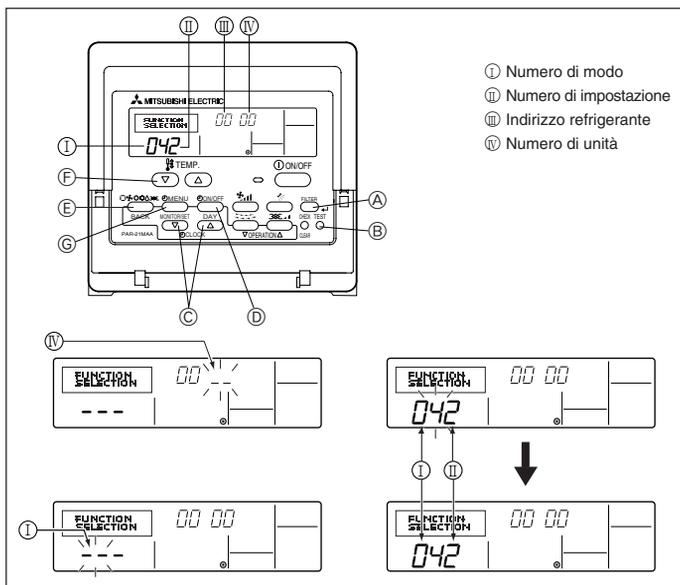

Fig. 6-8
1) Per il comando a distanza con filo (Fig. 6-8)
- ① Passare al modo di impostazione funzioni. Spegnerne il comando a distanza. Premere contemporaneamente i pulsanti e tenerli premuti per almeno 2 secondi. FUNCTION inizia a lampeggiare.
- ② Usare il tasto per impostare l'indirizzo refrigerante (III) su 00.
- ③ Premere e [-] inizia a lampeggiare nell'indicazione del numero di unità (IV).
- ④ Utilizzare il pulsante per impostare il numero dell'unità (IV) su 00.
- ⑤ Premere il tasto MODE per designare l'indirizzo refrigerante/numero di unità. [-] lampeggia momentaneamente nell'indicazione di numero di modo (I).
- ⑥ Premere i tasti per impostare il numero di modo (I) su 04.
- ⑦ Premere il pulsante ; il numero del parametro attualmente impostato (II) lampeggerà. Utilizzare il pulsante per cambiare il numero del parametro in funzione della tensione di alimentazione da utilizzare.